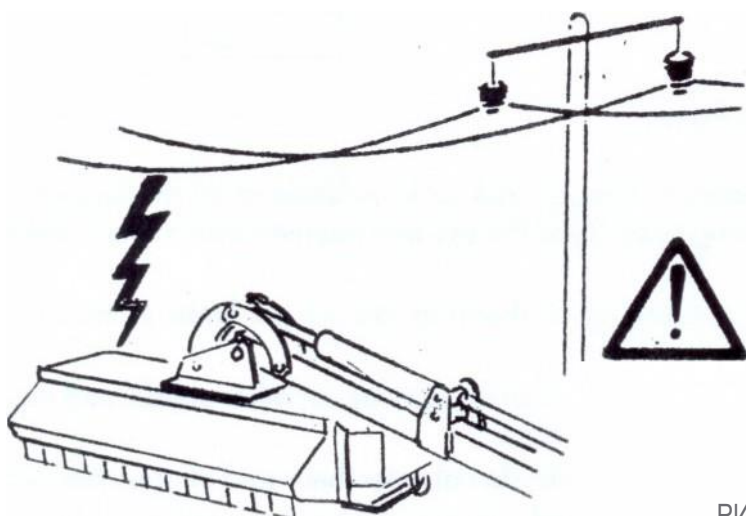

Рис. 12
- Уделите особое внимание при работе под электрическими линиями или вблизи них, электрическая дуга может быть выпущена. (FIG. 12)